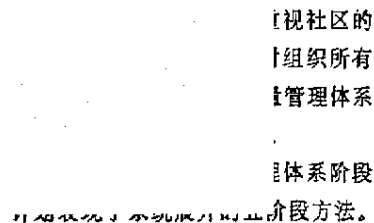

图3 QSDR 3.0——质量方法
开始应用图3的QSDR 3.0——质量方
3. QSDR 3.0——质量方法论: 帮助你选择适当的问题解决方法 (见图 3)